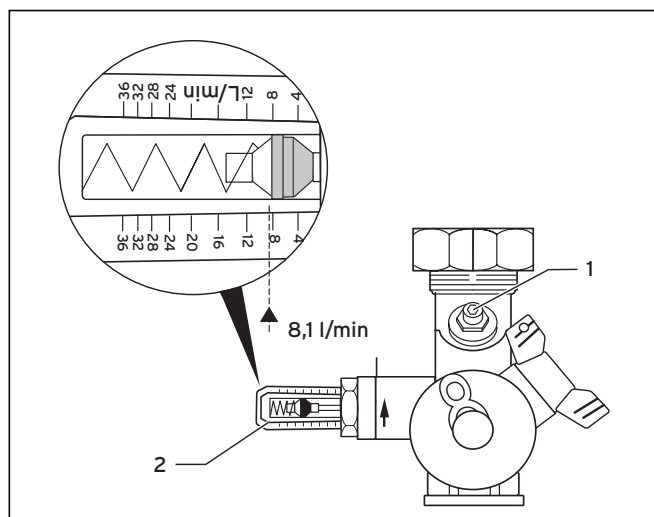

Abb. 5.1 Einstellen des Durchflusses
- Nehmen Sie die Feineinstellung am Stellventil (1, Abb. 5.1) des Durchfluss-Mengenbegrenzers vor. Nehmen Sie einen Innensechskantschlüssel zu Hilfe.
Den eingestellten Wert können Sie an der Anzeige (2, Abb. 5.1) des Durchfluss-Mengenbegrenzers ablesen. Die Skala des Durchfluss-Mengenbegrenzers ist in l/min eingeteilt. Sie können die Skala drehen und so den Wert leichter ablesen.